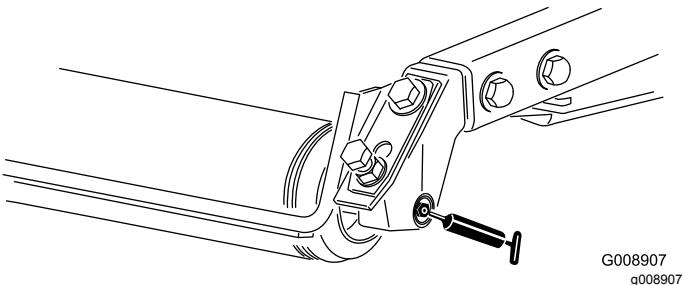

Figure 36
- Roulements de rouleau arrière (2 par plateau de coupe)—Figure 36